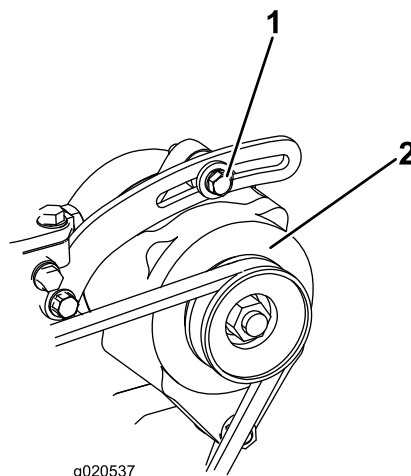

Figura 87
1. Si la desviación no es de 10 mm, afloje los pernos de montaje del alternador (Figura 87).